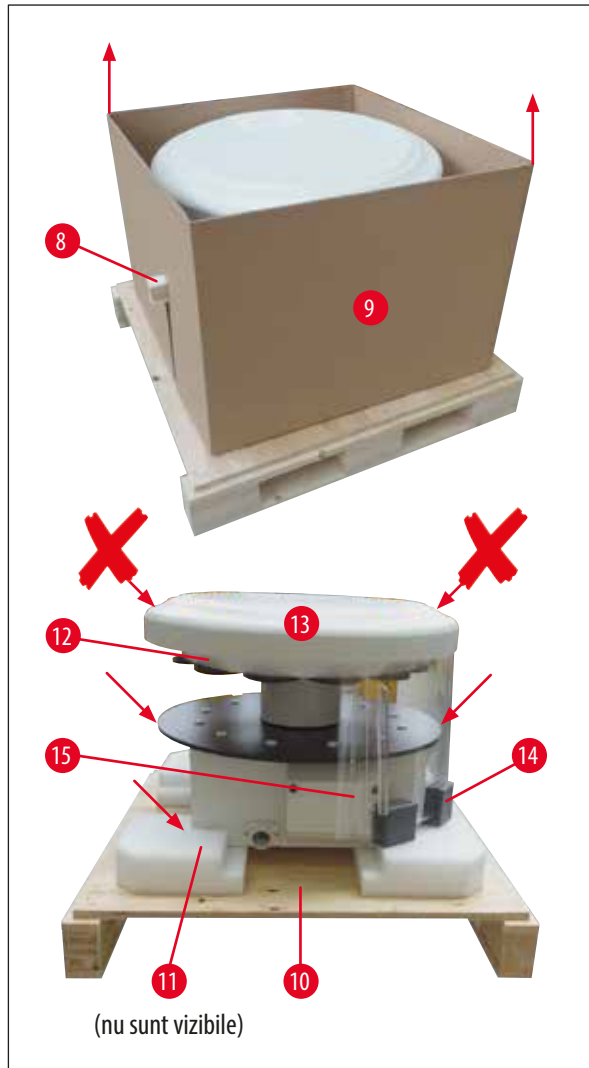

Fig. 11
- Pentru a ridica instrumentul (este nevoie de 2 persoane), prindeți-l de platforma recipientului pentru reactivi sau de partea inferioară a carcasei (consultați (→ Fig. 11), de mai jos) și ridicați-l de pe placa de bază (→ Fig. 11-10).